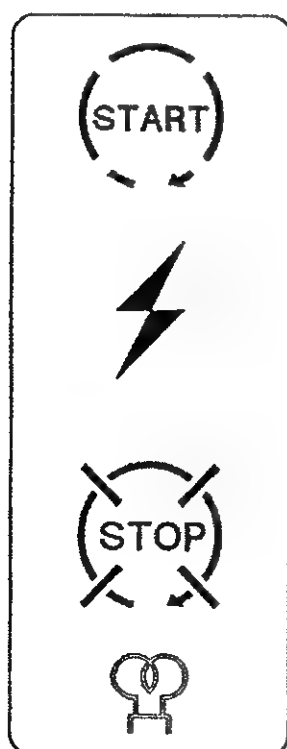

fig. 11
- 3) Girar la llave a la posición STOP (Fig. 11) para obtener la parada del motor y retirarla
- 3) Turn the key to the STOP (Fig. 11) position to stop the engine and release it.
- 3) Tourner la clé à la position du STOP (Fig. 11), pour arrêter le moteur et retirer la même.